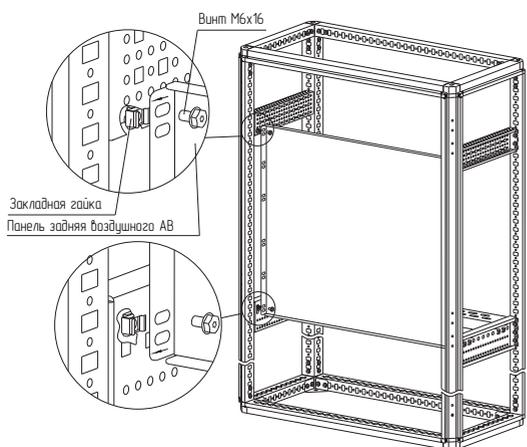

Рисунок 40
- вариант 2. Набором «закладная гайка М6 – винт М6х 16 – шайба 6». Для этого предварительно установить закладные гайки в квадратные отверстия реек монтажных и закрепить панель заднюю воздушного АВ винтами М6х16 и шайбой 6 (рисунок 40). Момент затяжки – 7 Н·м. Набор крепежа приобрести отдельно.